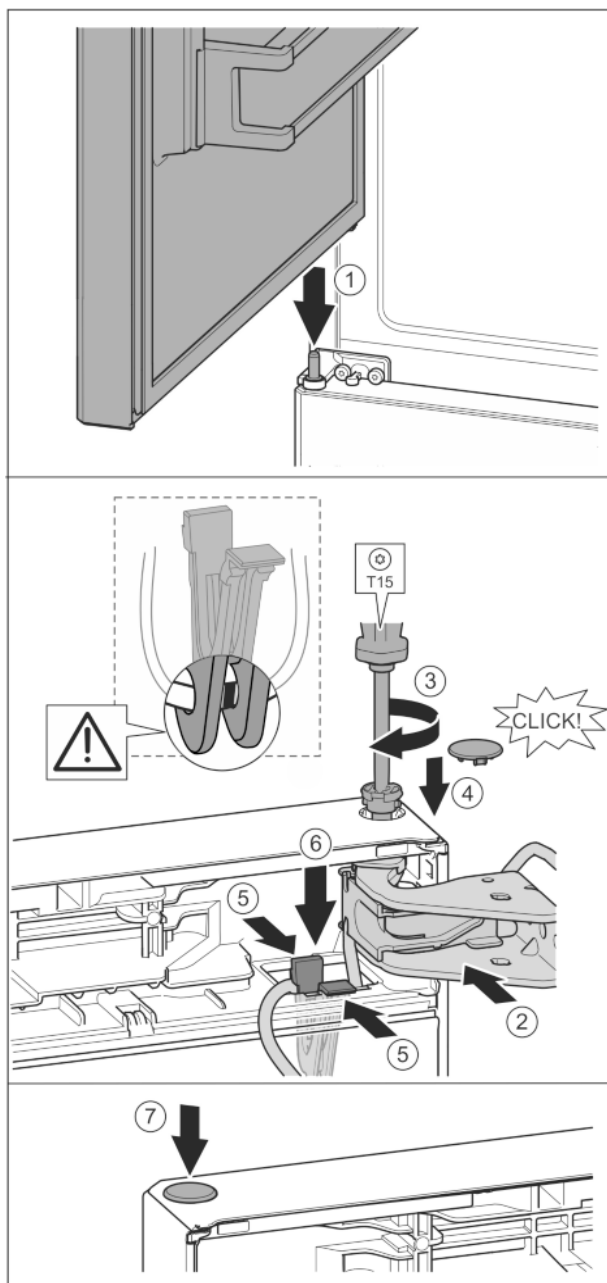

Fig. 35
- ▶ Bovenste deur op de middelste lagerbout plaatsen. Fig. 35 (1)
- ▶ Deur boven uitlijnen op de opening in de lagerbus. Fig. 35 (2)
- ▶ Bouten aanbrengen en met schroevendraaier T15 vastschroeven. Fig. 35 (3)
- ▶ Veiligheidsafdekking voor de veiligheid van de deur monteren: Veiligheidsafdekking aanbrengen en controleren of deze op de deur rust. Anders bout volledig aanbrengen. Fig. 35 (4)
- ▶ Houder met de hieraan bevestigde kabel in de opening aanbrengen. Fig. 35 (5)
- ▶ Houder naar onder drukken tot de las vastklikt. Fig. 35 (6)
- ▶ Stop aanbrengen. Fig. 35 (7)